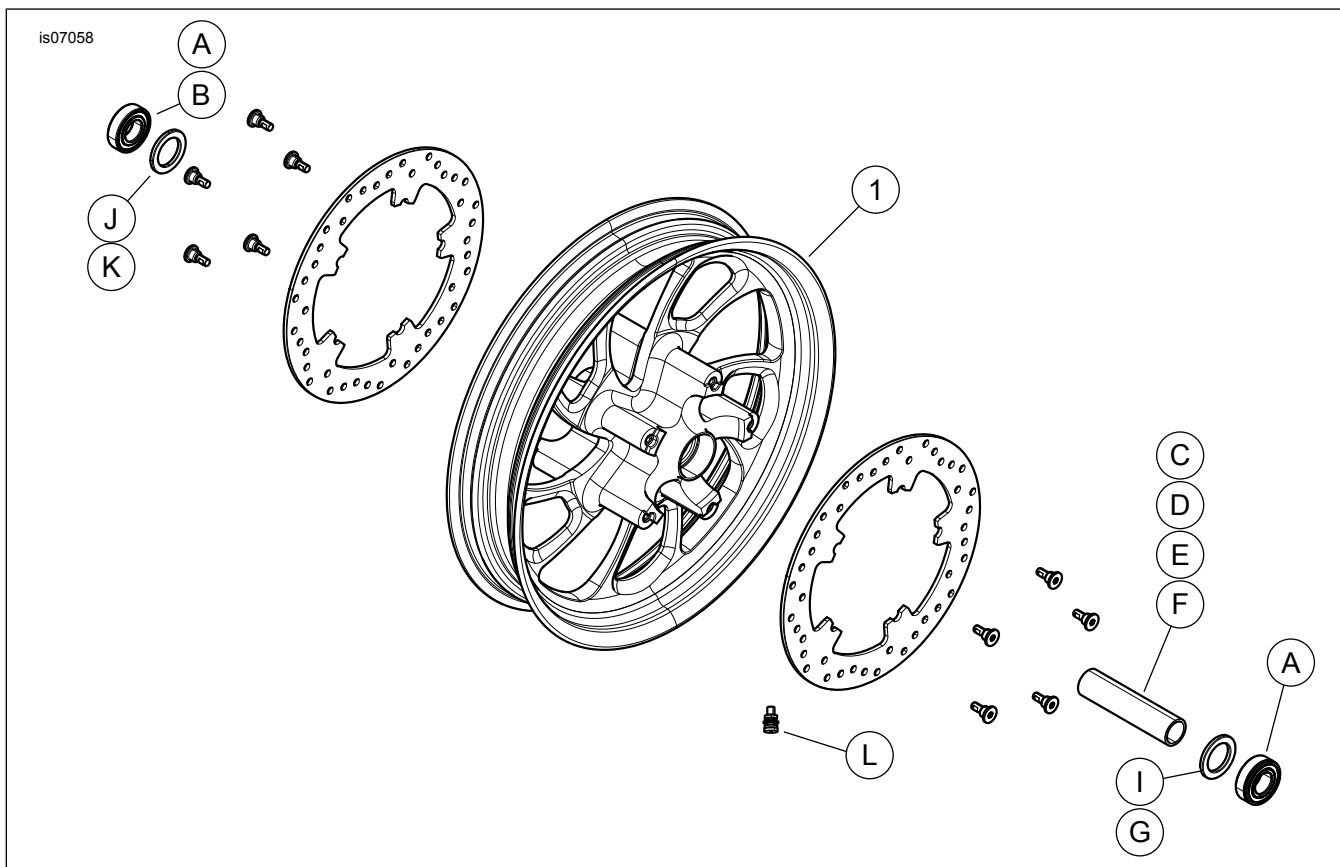

Figura 1. Peças de reposição: Kits de rodas dianteiras com lâmina
2. Veja Figura 1. Instale o conjunto da haste da válvula (L) na roda. Consulte PNEUS no Manual de serviço.